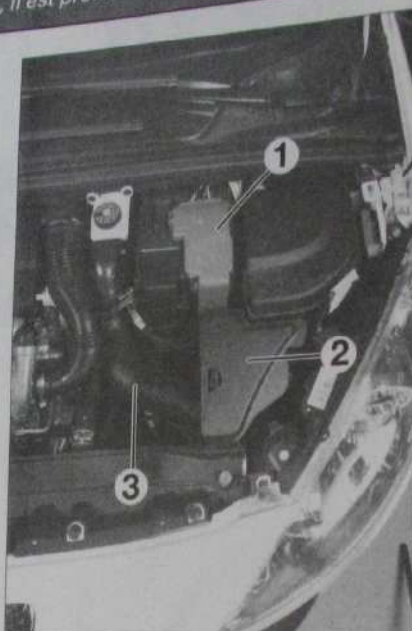

Fig. 3
- Dégrafer et écarter le porte fusibles de la batterie (1) (Fig.3).
- le déflecteur (2),
- le résonateur (3),